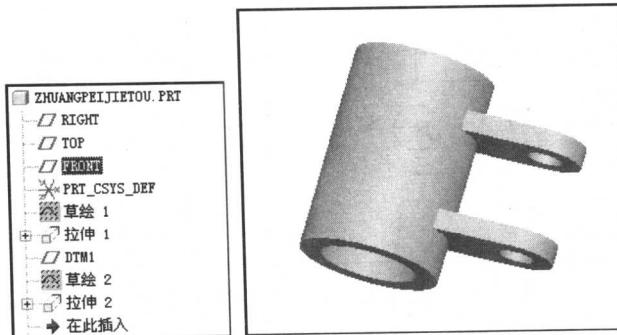

图 1-18 模型树和镜像效果
(18) 在“模型树”中单击选择 FRONT (前视基准平面) 作为镜像面, 然后在“镜像”操控板右侧单击“确定”按钮 , 生成镜像效果, 如图 1-18 所示。